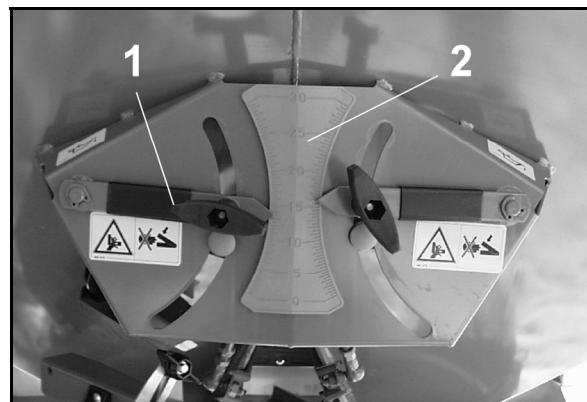

Fig. 81
7. Ved **grensespredning** må spjeldstillingen på venstre maskinside dreies tilbake med to delstreker på skalaen (Fig. 81/2) med stillspaken (Fig. 81/1).